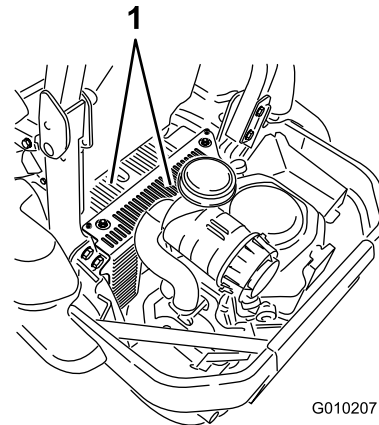

Bild 80
5. Entfernen Sie Schmutz- und Gräserückstände von den Hauben der Hydraulikanlage (Bild 80).